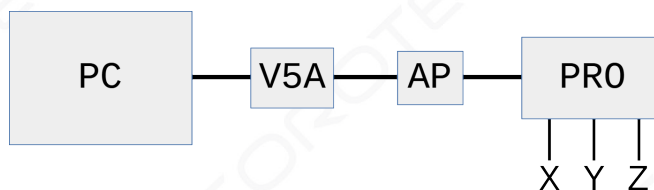

Bild 11: Signalkette aus PC, Eding V5A, Adapterplatine und PRO-Steuerung
- Zwischen Eding V5A und der PRO-Steuerung muss die in Bild 10 gezeigte Adapterplatine eingefügt werden. Bild 11 zeigt die komplette Signalkette.